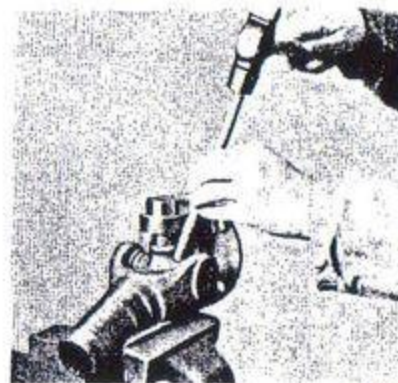

Bild 75. Isärtagning av axelkors.
2. Driv axelkorset så långt det går åt ena hållet med hjälp av hammare och metallhorn. Se bild 75. Nållagret kryper därvid ut ungefär till hälften.